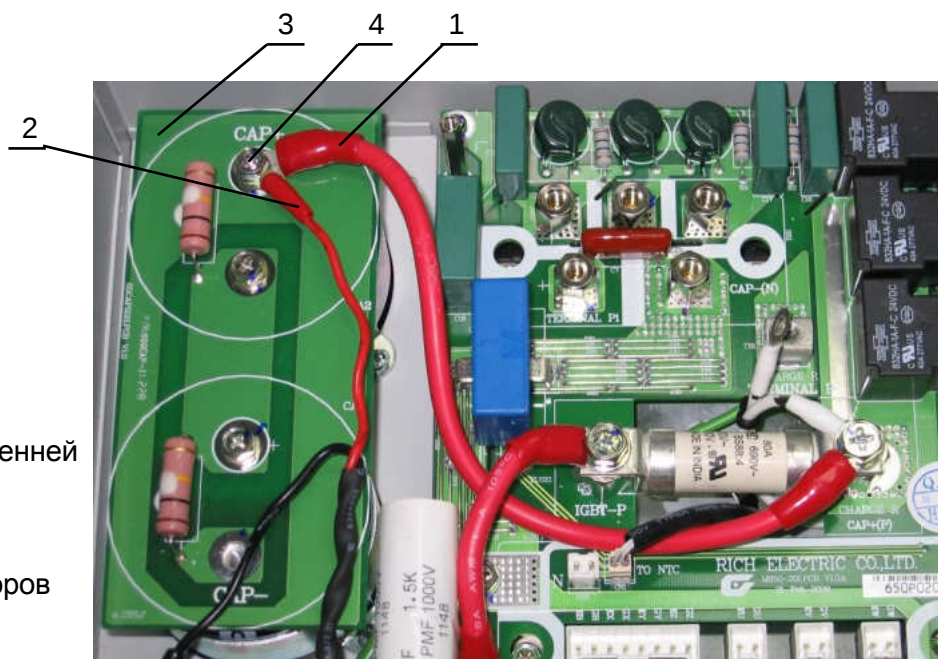

Рис.7.23
- 7.10.1. Закрепить винтом (4) на контактной площадке «**CAP+**» платы конденсаторов (3) наконечник провода (1) и наконечник провода (2) (рис.7.23).